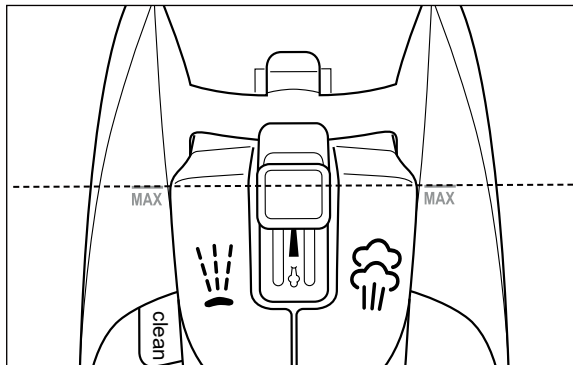

Fig. 5
- 4) Riempire il serbatoio dell'acqua **13** non oltre il segno **MAX**. Collocare il ferro da stiro a vapore sulla base **10** e verificare che la quantità d'acqua versata non superi il segno **MAX** (vedere fig. 5). Scaricare l'acqua in eccesso. La capienza massima del serbatoio dell'acqua **13** è di circa 320 ml.